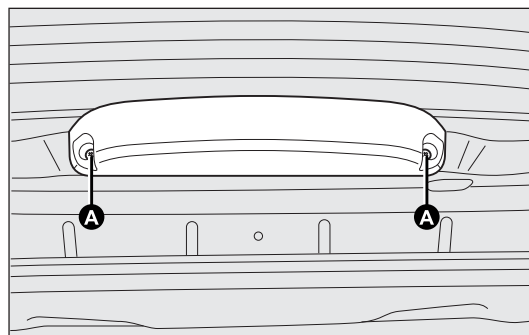

рис. 158
- для исполнений с дверью задка раскрутить два крепежных винта А-рис. 158 и извлечь блок;